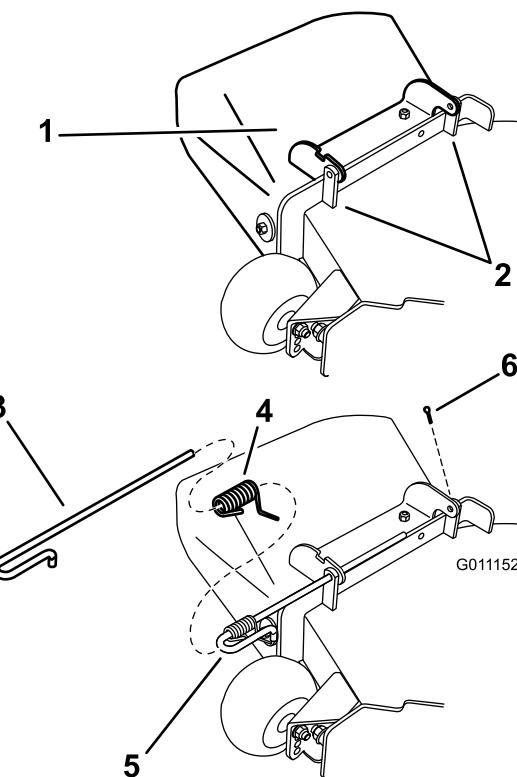

Figure 73
1. Retirez la goupille fendue de la tige (Figure 73).
(Figure 73). Enlevez le déflecteur s'il est endommagé ou usé.
3. Positionnez le nouvel ensemble déflecteur d'éjection en plaçant les extrémités du support entre les supports soudés du plateau, comme illustré à la Figure 73.